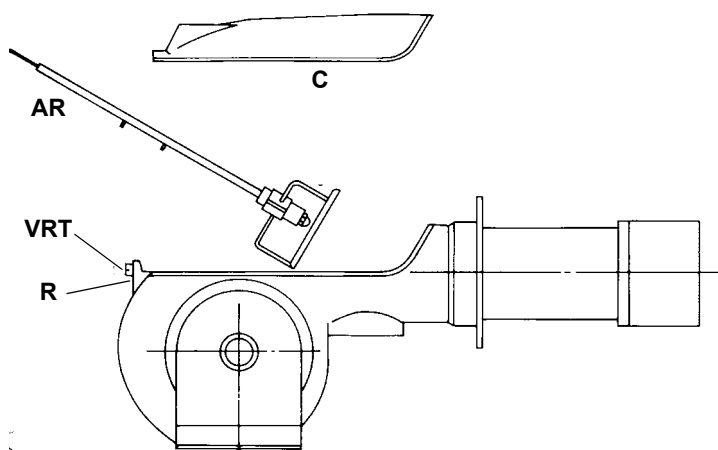

Рис. 30
- вынуть полностью весь узел, как указано на Рис. 30.